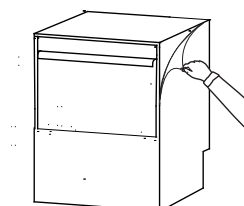

Fig.3
- 3- Rimuovere la pellicola di protezione dall'apparecchio. (Fig.3)